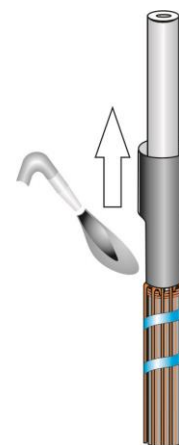

Рис.8
**8.** Надвинуть экранирующую манжету на жилу кабеля до изгиба проволок экрана и усадить. Усадку производить в направлении, указанном на Рис.8.